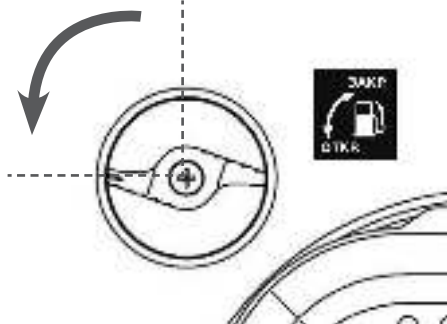

Рис. 30 Рычаг топливного крана
- Откройте топливный кран. Для этого поверните рычаг топливного крана против часовой стрелки (влево) на 90° (Рис. 30).